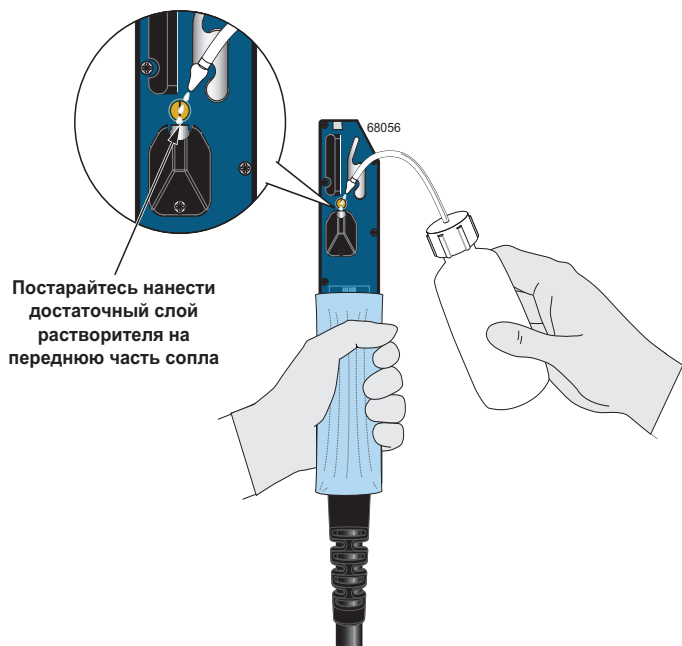

Рис. 6-16. Нанесите растворитель на сопло
Операция очистки сопла использует насос для создания вакуума на сопле с одновременной подачей на сопло растворителя (см. Рис. 6-16). Вакуум втягивает растворитель в сопло. Обратный поток растворителя может очистить засорение позади сопла. Выполнение операции очистки сопла занимает приблизительно 20 секунд.
6. Когда начнется первая операция очистки, переверните печатающую головку и нанесите растворитель на переднюю часть сопла (см. Рис. 6-16). Растворитель попадает в сопло: